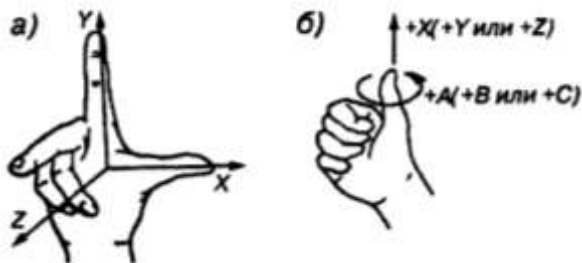

Рис.4 Правило правой руки:
В стандартной системе координат станка положительные направления осей координат определяются по правилу правой руки. Большой палец (рис. 4) указывает положительное направление оси абсцисс (X), указательный — оси ординат (Y), средний — оси аппликата (Z). Положительные направления вращения вокруг этих осей определяются другим правилом правой руки. Согласно этому правилу, если расположить большой палец по направлению оси, то остальные согнутые пальцы укажут положительное направление вращения (рис. 4).